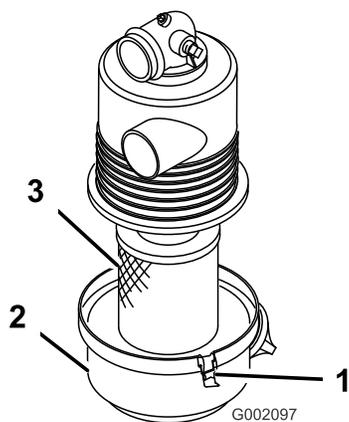

Figura 24
3. Rilasciate i fermi che fissano il coperchio del filtro dell'aria al relativo corpo. Staccate il coperchio dal corpo. Pulite la parte interna del coperchio (Figura 24).
4. Estraiete con cautela il filtro dal corpo, in modo da ridurre lo spostamento di polvere (Figura 24), Evitate che il filtro colpisca il corpo del filtro dell'aria.